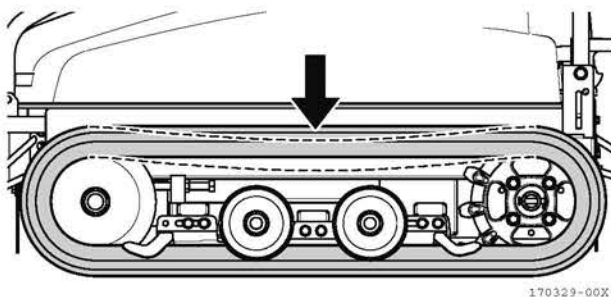

図 4-43
4. クローラと定規などとの間が 10 ~ 15 mm になるか点検します。(図 4-43)